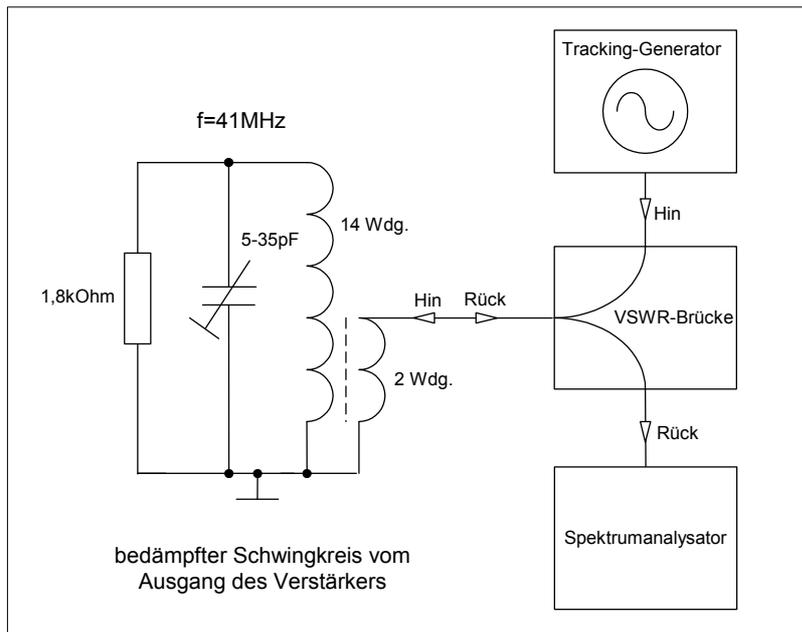
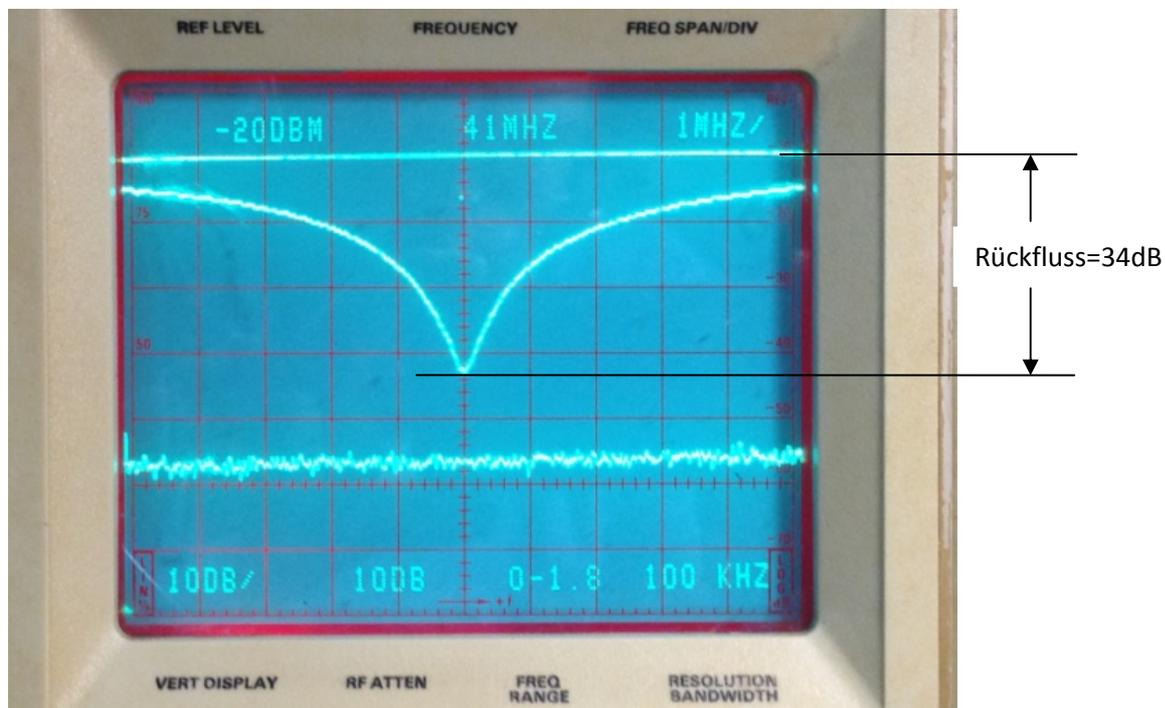

Bild 8: Messaufbau für Ausgangs-Rückflußdämpfung mit VSWR-Brücke
Bild 9: Messergebnis: Ausgangs-Rückflußdämpfung = 34dBm bei 41 MHz
Zur Messung der Ausgangs-Rückflußdämpfung müssen wir den Ringkern ausbauen und die Transformation von der Auskoppelspule zum bedämpften Schwingkreis (R) messen (Bild 8). Das Übertragungsverhältnis ist $\dot{U}=2:14=1:6$. Daraus folgt $Z=R=\dot{U}^2 \times 50 \text{ Ohm} = 36 \times 50 \text{ Ohm} = 1,8 \text{ kOhm}$. Ein Drainwiderstand von 1,8kOhm sollte sich demnach verlustarm auf 50 Ohm transformieren lassen. Als Ergebnis zeigt Bild 9 zeigt die gewobbelte Kurve der Eingangs-Rückflußdämpfung von 36...46MHz.